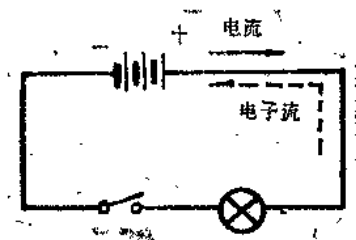

图1—2 电流的方向
1. 电流 当人们给予一定的外加条件（加电压），迫使电子在导体内有规则的流动就形成电流。电流的方向习惯认为是由正极流向负极（实际电子流动的方向是由负极流向正极），如图1—2所示。